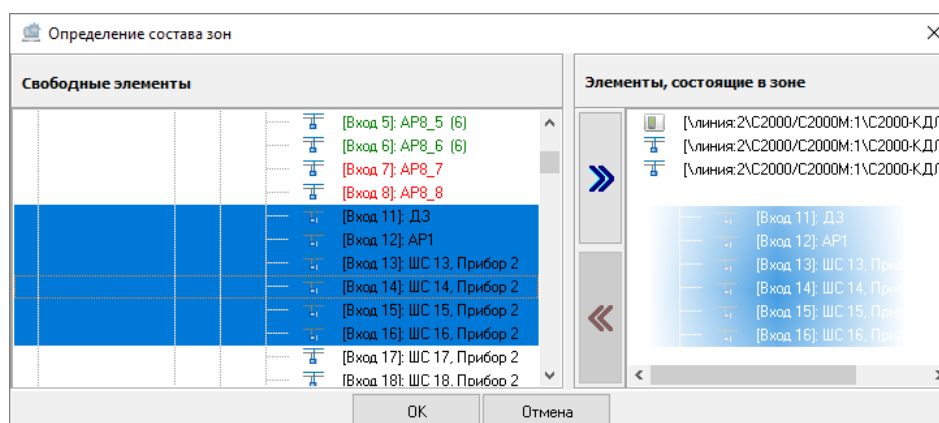

Рисунок 6-375 Привязка объектов системы к системной зоне перетаскиванием
- выделите один или несколько объектов системы в поле «Свободные элементы» (для выделения сразу нескольких объектов системы нажмите на клавиатуре и удерживайте клавишу <Shift> для выбора диапазона или клавишу <Ctrl> для комбинированного выбора) и перетащите выделенные объекты системы в поле «Элементы, состоящие в зоне» (см. Рисунок 6-375).